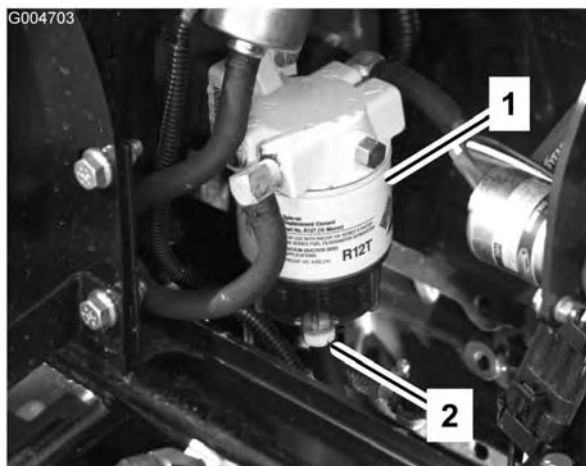

Figura 50
Spurgate ogni giorno l'acqua e altre sostanze contaminanti dal separatore di condensa (Figura 50).
2. Allentate il tappo di spurgo situato nella parte inferiore della scatola del filtro (Figura 50). Serrate il tappo dopo lo spurgo.